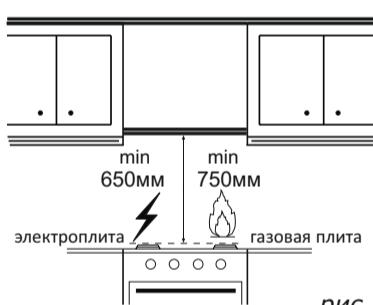

рис. 1
- 1.2 Вытяжку устанавливайте на высоте, как показано на рис. 1.
- При установке вытяжки соблюдайте указания пункта 1.2 (рис. 1).